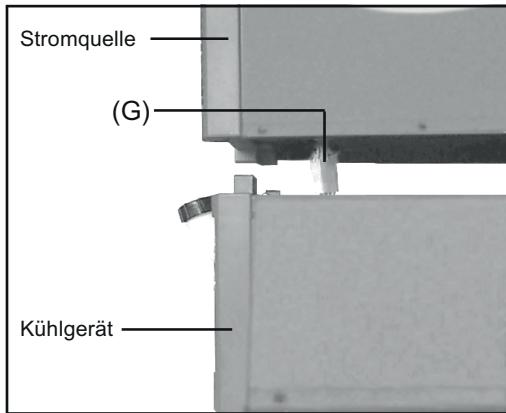

Abb.8 Steckverbindung zwischen Stromquelle und Kühlgerät lösen
10 Stromquelle vorsichtig anheben und Steckverbindung (G) zum Kühlgerät lösen (Abb.8)
11 Stromquelle vom Kühlgerät abheben (Abb.8)